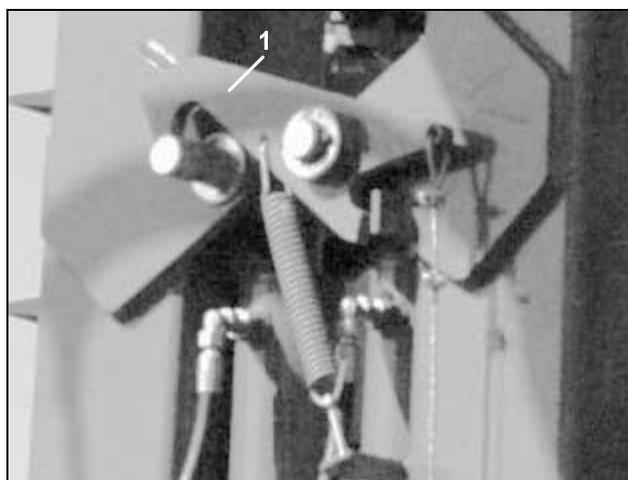

Fig. 33
- Relevez le train de roues jusqu'en butée en utilisant le distributeur double effet pour déverrouiller le verrouillage des tronçons (Fig. 33/1).